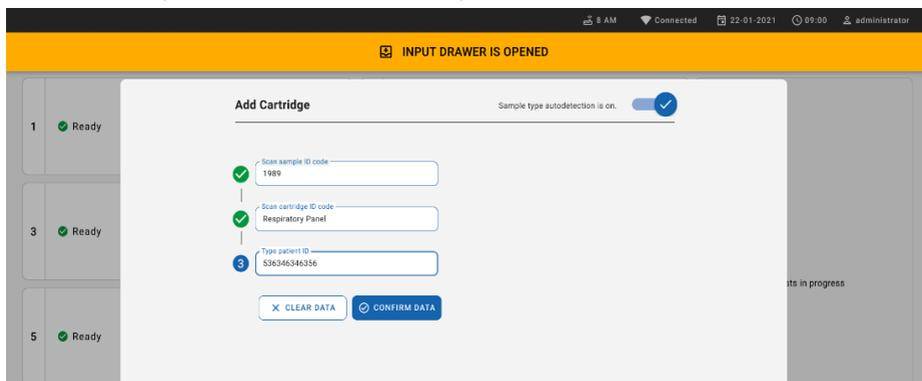

Abbildung 58. Eingeben der Patienten-ID.
9. Geben Sie die Patienten-ID ein („Patient ID“ [Patienten-ID] muss auf **on** [ein] gestellt sein) und bestätigen Sie die Daten (Abbildung 58).